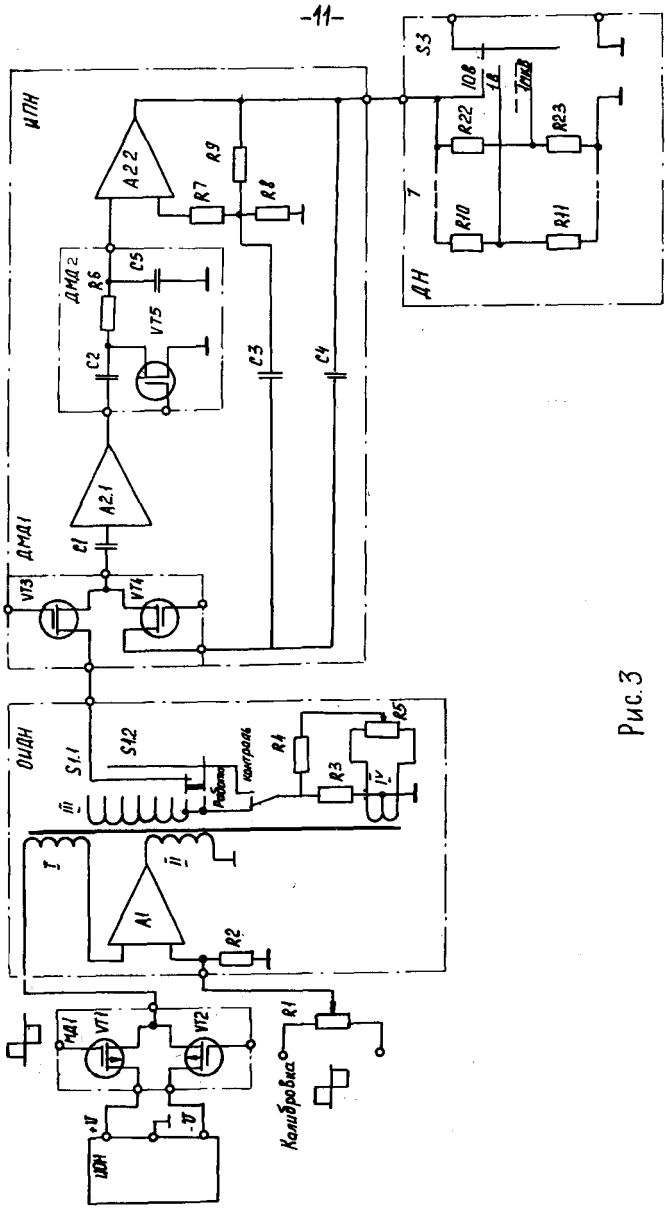

Рис. 3
4.3. Упрощенная принципиальная схема калибратора напряжений представлена на рис. 3.